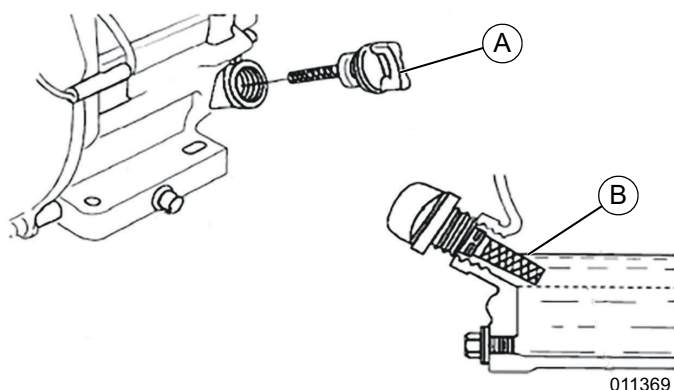

Figure 2-6. Ajout d'huile moteur
4. Voir la *Figure 2-6*. Retirez le bouchon de remplissage d'huile / la jauge huile et essuyez la jauge avec un chiffon.